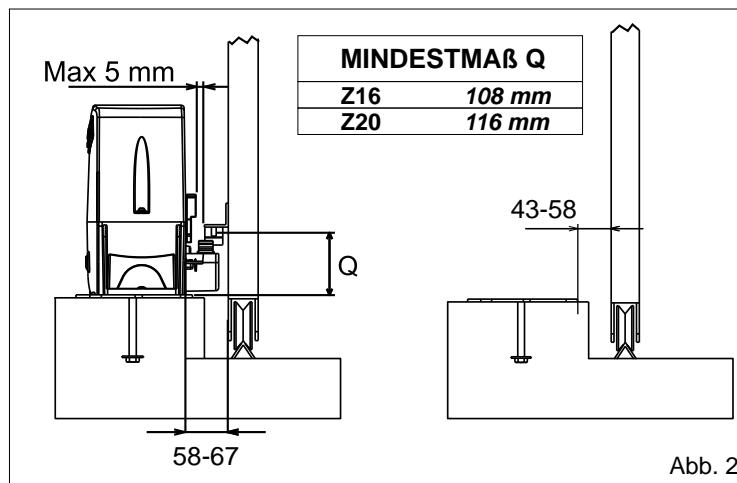
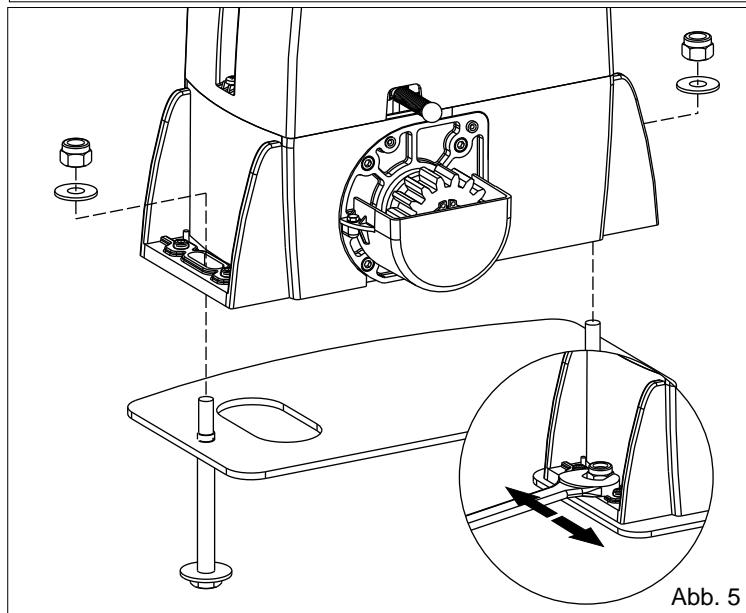

Abb. 2
Abb. 5
2.3. Sich vor Einzementierung der Verankerungsplatte vergewissern, dass sie genau horizontal positioniert ist und dass der Abstand von 50 - 55 mm, wie in Abb. 2, eingehalten wurde.
4.2. Den Antrieb mit Hilfe der 2 mitgelieferten Bolzen an der Grundplatte befestigen und dabei die seitliche Position (Abb.5) nach den in Abb. 2 angegebenen Massen regulieren.